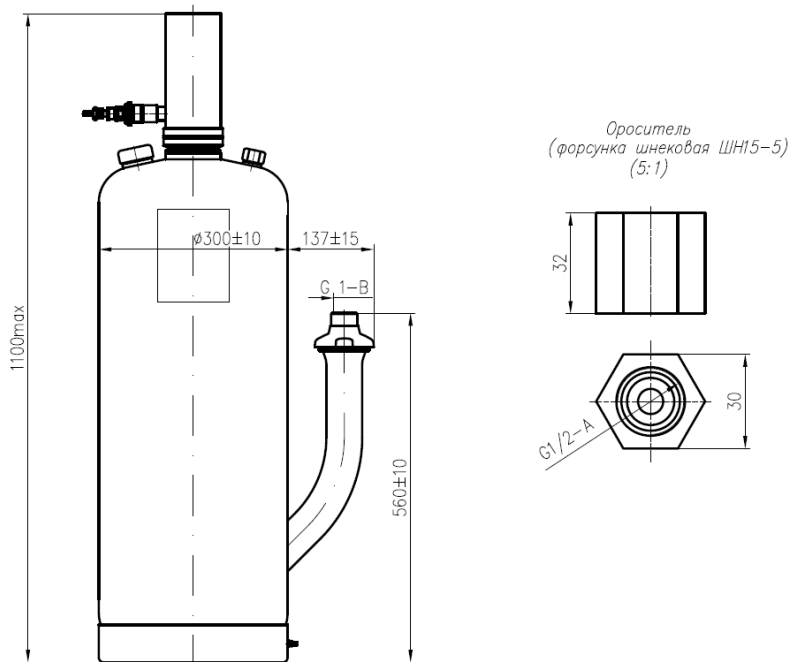

Рис. 1. Габаритные размеры модуля «Буран 50ТРВ».
5. Габаритные размеры, мм	см. рис.1